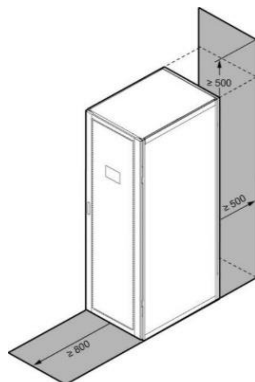

Рис. 3-1 Внешнее рабочее пространство ИБП мощностью 200 кВА (мм)
- Если необходим доступ к задней части шкафа, зарезервируйте не менее 800 мм. В качестве примера возьмем ИБП мощностью 200 кВА, см. рис. 3-1.